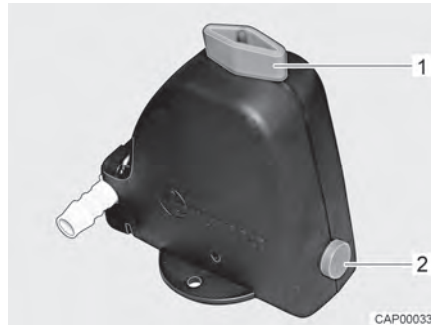
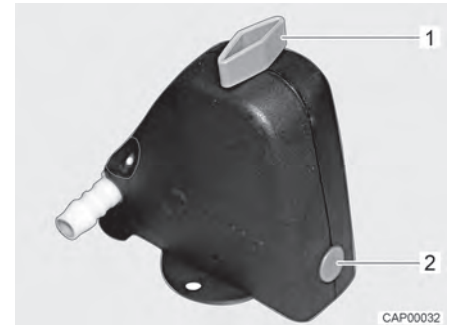

Bild 137 Säkerhets-/avtappningsventil öppen
Bild 138 Säkerhets-/avtappningsventil stängd
- Stäng säkerhets-/avtappningsventilen. Ställ vredet (Bild 137,1) diagonalt mot säkerhets-/avtappningsventilen och tryck in tryckknappen (Bild 137,2). Den stängda säkerhets-/avtappningsventilen visas i Bild 138. Vid temperaturer lägre än 6 °C kan säkerhets-/avtappningsventilen inte stängas.